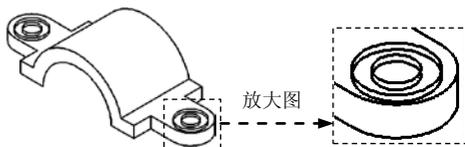
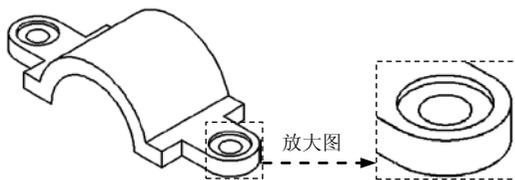

图 12.2.13 创建等轴测圆
图 12.2.14 修剪图形
等轴测圆 2、等轴测圆 3 和等轴测圆 4 为复制对象，向正下方拖动光标，输入位移值 2 后按 Enter 键，结果如图 12.2.13 所示。
Step10. 用 **修改(M)** → **修剪(S)** 命令对图 12.2.13 进行修剪，同时删除等轴测圆 2 和等轴测圆 4，结果如图 12.2.14 所示。